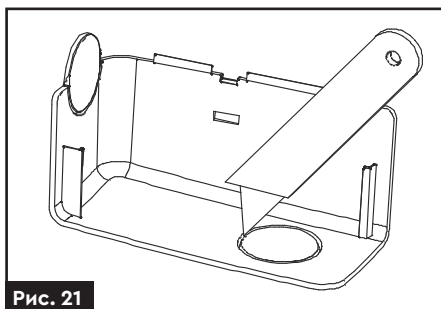

Рис. 21
2. В верхній кришці, за допомогою гострого ножа, з тильної сторони, напроти обраного варіанту розташування патрубка, виріжте отвір (рис. 21).